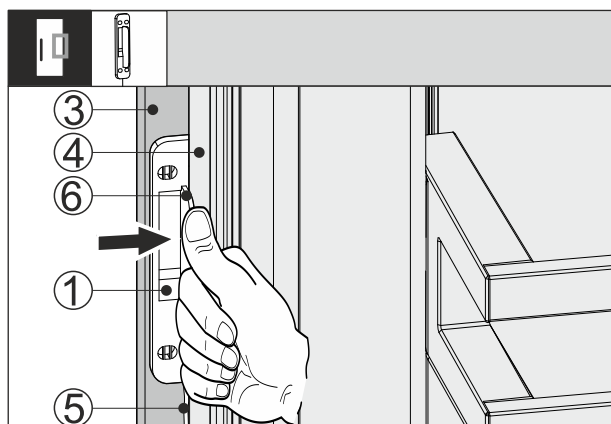

Fig. 66
- ▶ Senzor kucanja Fig. 66 (1) gurnite između prednje strane elementa Fig. 66 (3) i vrata uređaja Fig. 66 (4) tako da kabel bude lagano Fig. 66 (5) zategnut. Graničnik Fig. 66 (6) senzora kucanja naliježe Fig. 66 (4) vrata uređaja.
- ▶ Pritisnite senzor kucanja Fig. 66 (1) na prednju stranu Fig. 66 (3) elementa.
- ▷ Senzor kucanja Fig. 66 (1) je prilijepljen. Lijepljenje senzora kucanja optimizira prenošenje signala kucanja.
Trajno pričvršćivanje senzora kucanja Fig. 66 (1) produljuje životni vijek uređaja.
- ▶ Senzor kucanja pričvrstite priloženim vijcima Fig. 66 (1) na prednju stranu Fig. 66 (3) elementa.